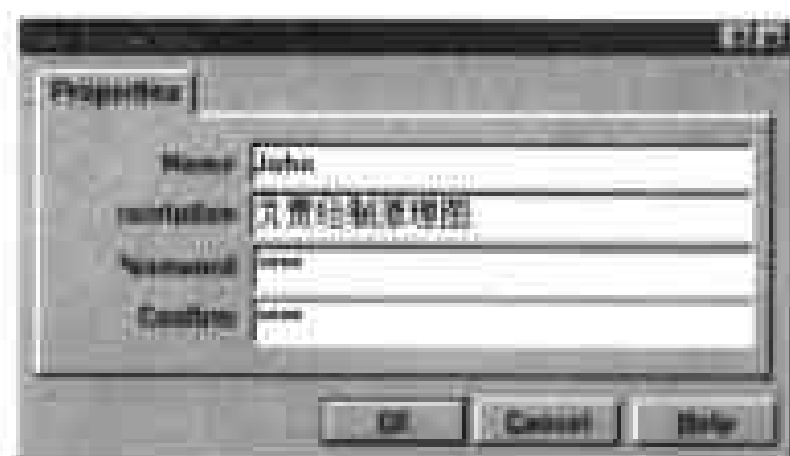

图 1-12 添加新的团队成员
(2) 这两个成员中,Admin 是项目管理员,拥有完整的管理权限。在工作区中选中并右击,在弹出的菜单中选择 New Member 命令,弹出如图 1-12 所示的对话框。
(3) 在弹出的对话框中包含了 4 个输入框,在 Name 输入框中输入新成员的名称,然后在 Description 输入框中注明新成员的职责,在 Password 输入框中输入密码,并在 Confirm 输入框中确认。